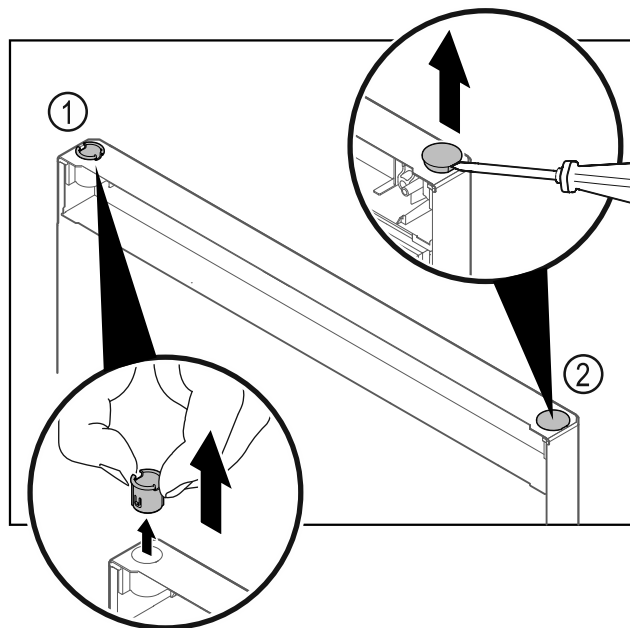

Fig. 23
- Scharnierbus Fig. 23 (1) met de vingers eruit trekken.
- Afdekstop Fig. 23 (2) voorzichtig met een sleufschroevendraaier optillen en eruit trekken.